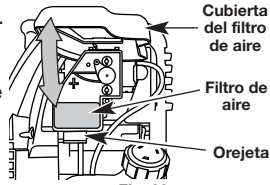

Fig. 29
**NOTA:** Use la botella y la boquilla que guardó del uso inicial para medir la cantidad correcta. El nivel de 90 ml (3,04 onzas) está aproximadamente en la parte superior de la etiqueta de la botella (Fig. 29). Mida el nivel con la varilla de medición. Si el nivel está bajo, agregue una pequeña cantidad de aceite y vuelva a medir (Fig. 24). No lo llene demasiado.
- Abra la tapa del filtro de aire. Empuje hacia adentro la lengüeta que está en lado inferior de la tapa. Después hale hacia afuera y arriba la tapa del filtro de aire. (Fig. 29).
- Instale de nuevo la tapa del filtro de aire. Haga coincidir las ranuras que hay en la parte superior de la tapa del filtro de aire con las lengüetas de la parte superior de la placa posterior (Fig. 29).
- Gire la tapa hacia abajo hasta que la lengüeta de la placa posterior del filtro de aire se enganche en la ranura de la tapa del filtro de aire (Fig. 29).